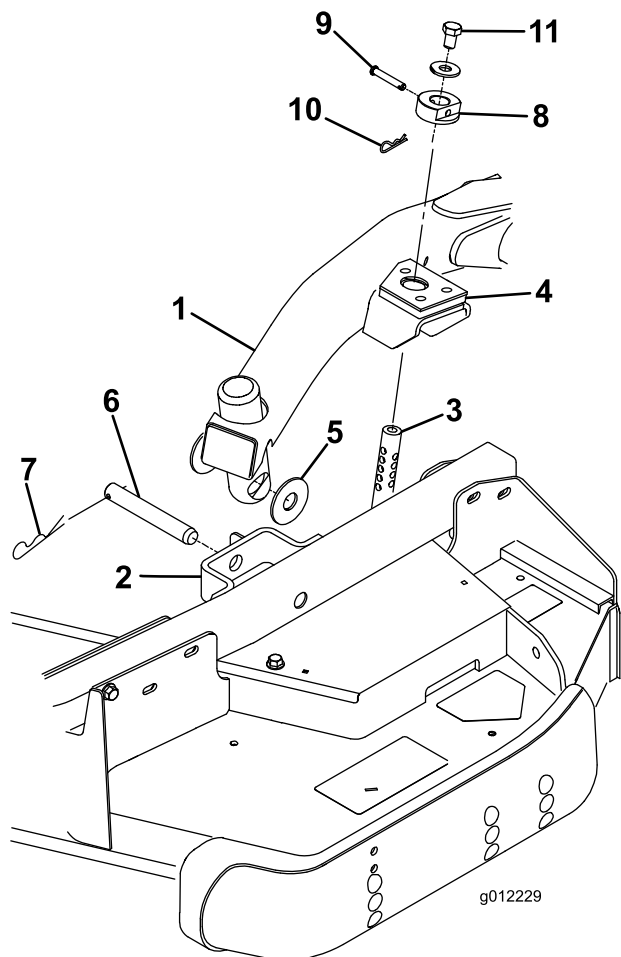

Figura 4
2. Mueva la palanca de elevación a la posición Flotar. Empuje hacia abajo uno de los brazos de elevación hasta que los taladros del brazo de elevación estén alineados con los taladros del soporte del brazo de la rueda giratoria, y la varilla de ajuste de la altura de corte pueda introducirse en los alojamientos del brazo de elevación (Figura 4).
3. Fije el brazo de elevación al brazo de la rueda giratoria con 2 arandelas de empuje, un pasador y una chaveta. Coloque las arandelas de empuje entre el brazo de elevación y el soporte del brazo de la rueda giratoria (Figura 4). Introduzca el extremo del pasador de horquilla en la ranura de la pestaña del brazo de la rueda giratoria para retener el pasador.
7. Instale los collares de ajuste de la altura de corte sobre las varillas de ajuste de la altura de corte y fíjelos con los pasadores y los pasadores de horquilla (Figura 4). Oriente la cabeza del pasador hacia la parte delantera de la carcasa, si es posible.
8. Instale un perno de (1/2 x 3/4 pulgada) y una arandela en la parte superior de cada varilla de ajuste de la altura de corte (Figura 4).